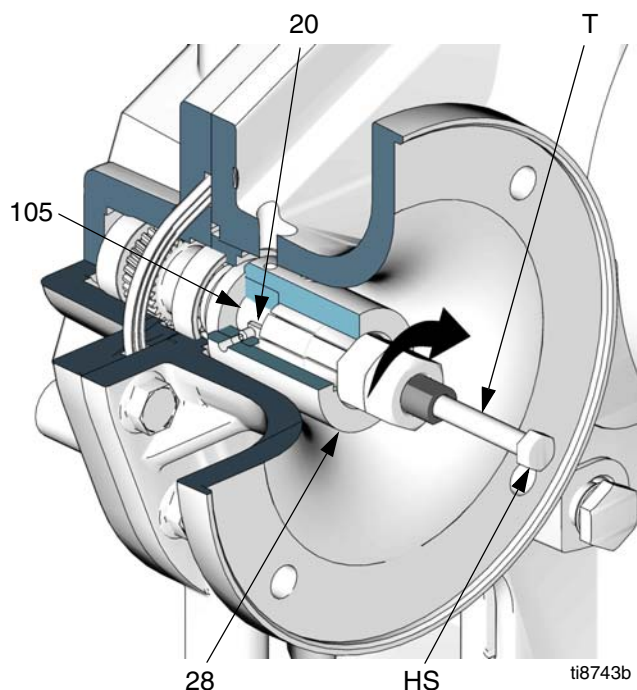

FIG. 22. Retiro del acoplador de motor
4. Vea la FIG. 22. Afloje ambos tornillos de fijación (31). Inserte la herramienta de extracción del acoplador (T) en el acoplador (28). Gire la tuerca en el sentido horario hasta que esté apretada, a continuación retire el acoplador del eje de entrada del reductor de engranajes (105) girando el tornillo de cabeza hexagonal (HS) en sentido horario.
NOTA: Durante el procedimiento siguiente, si el acoplador sale separado del eje del motor pero permanece pegado al eje de entrada, use la herramienta de extracción del acoplador 15J827 (T) como se muestra en la FIG. 22.